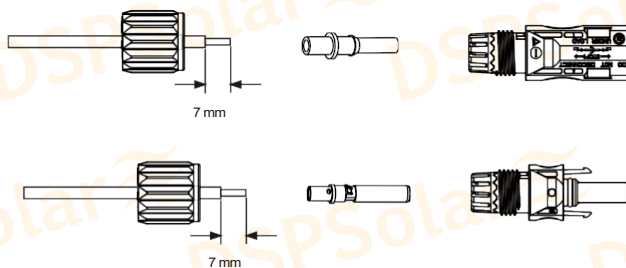

Imagen 3.3 Desmonte la tuerca de sombrerete del conector
- a) Pele el cable de CC unos 7 mm y desmonte la tuerca de la tapa del conector (véase la imagen 3.3).